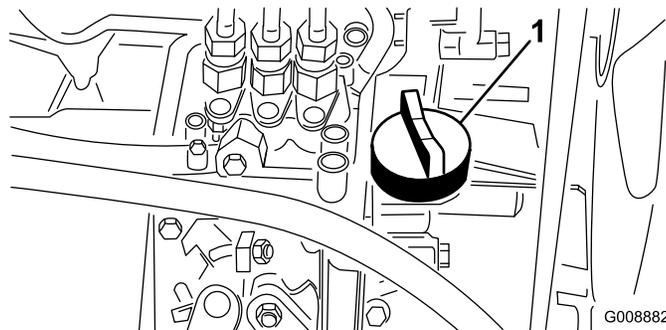

Рисунок 38
4. Если уровень масла низкий, снимите крышку маслозаливной горловины (Рисунок 38) и постепенно, небольшими порциями долийте масло, часто проверяя его уровень, пока он не достигнет метки Full (Полный) на измерительном щупе.